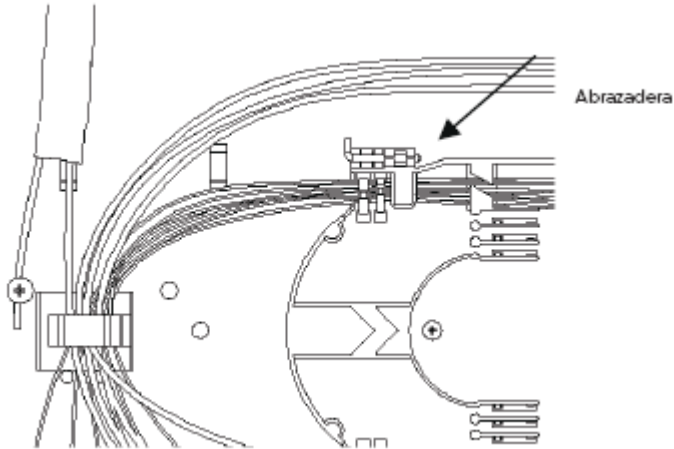

Figura 16. Pigtails fijados con abrazadera
7.5.2. Acomodar la reserva de pigtails en los clips plásticos y fija-los en la entrada de la bandeja de empalme con abrazadera plástica (figura 16).